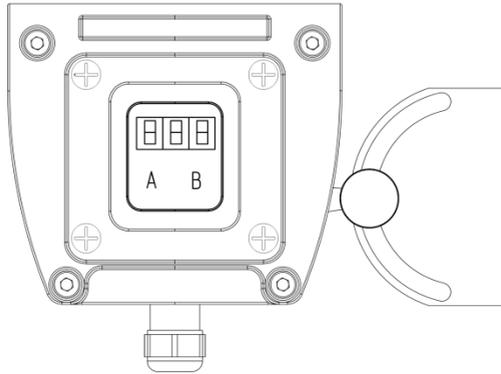

Рисунок 6 – Вид панели управления.
- 5.5. Для управления прожектором на торцевой поверхности имеется панель управления с дисплеем и кнопками управления (см. Рисунок 6). Различные варианты управления представлены в таблице 2.